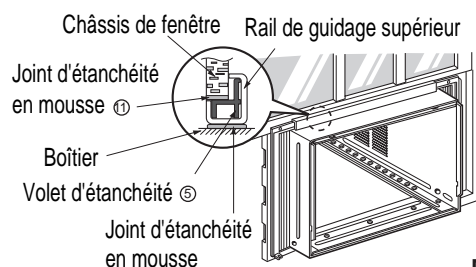

Fig. 2
2. Abaissez le châssis inférieur à l'arrière du rail de guidage supérieur jusqu'à ce qu'ils fassent (Fig. 2)
**NOTE:** Ne serrez pas le châssis de fenêtre au point où cela nuira au mouvement des volets d'étanchéité. ⑤